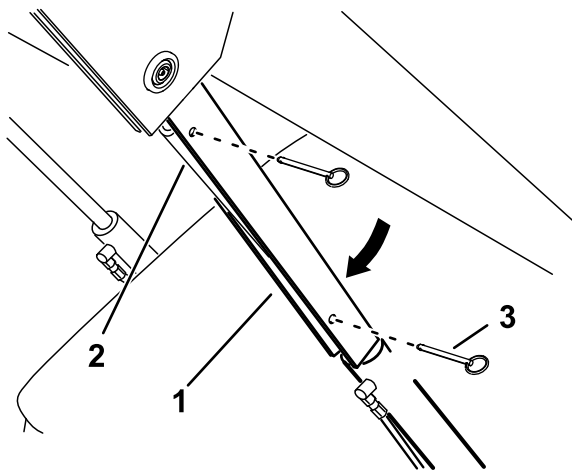

Figura 28
5. Coloque el bloqueo del cilindro sobre la varilla del cilindro de elevación (Figura 28).